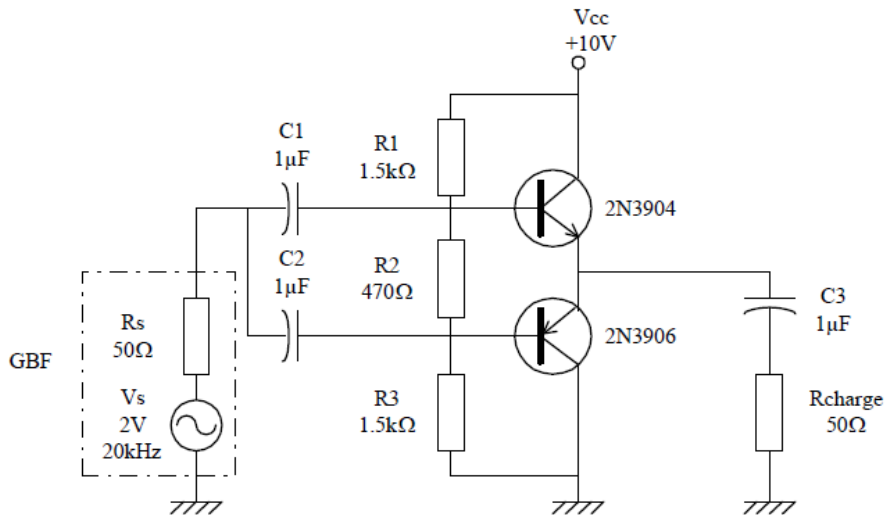

Figure 3.
- Modifiez le montage de manière à obtenir l'amplificateur de classe AB de la figure 3 et observez son fonctionnement. Expliquez les différences existant entre la classe B et la classe AB.